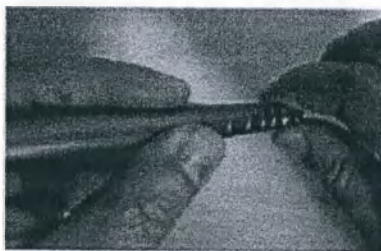

Рисунок 5.
- A. Освободите передний и средний концы, соответственно (Рисунок 5);